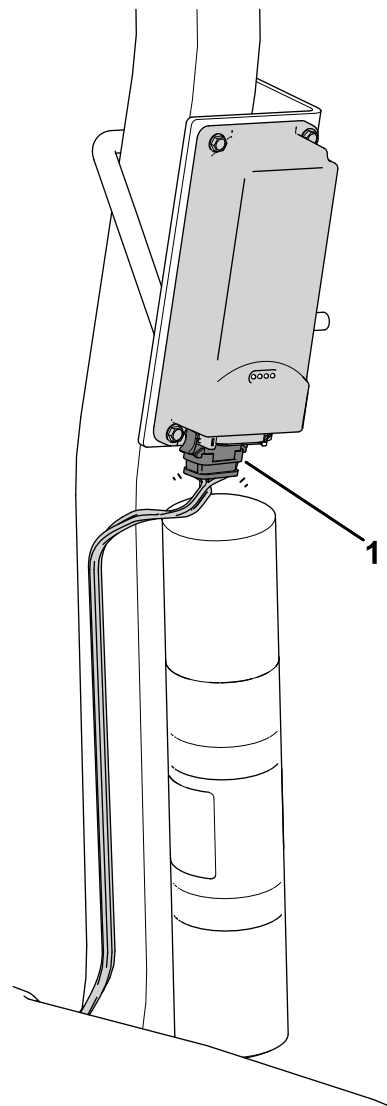

図 12
3. テレマティクスワイヤーハーネスのP02というラベルの付いたコネクタをテレマティクスデバイス(図 12)に接続する。